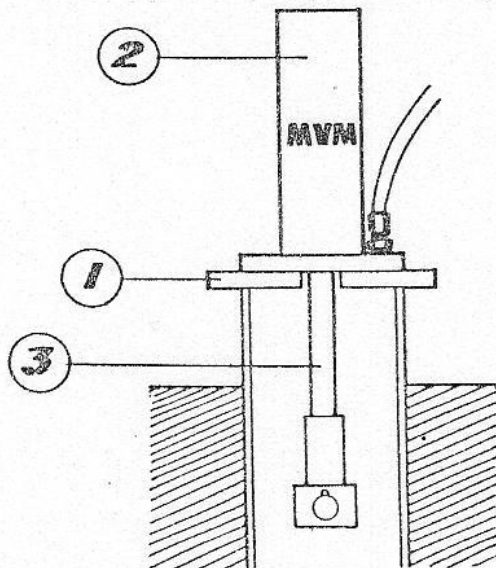

FIGURA 6.
- 6- Si el cilindro a encamisar es muy corto y el encamisador no alcanza a introducir la camisa totalmente, utilice calzos iguales o un disco que pase por el eje del encamisador como se muestra en la figura 6.